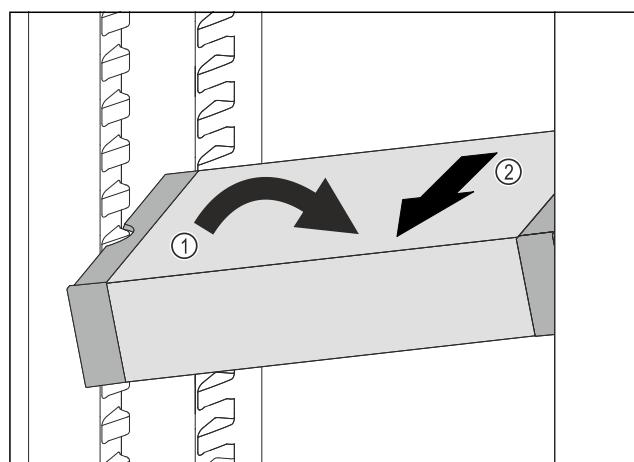

Fig. 137
- VarioSafe im Kühlteil schräg stellen. Fig. 137 (1)
- VarioSafe nach vorne entnehmen. Fig. 137 (2)